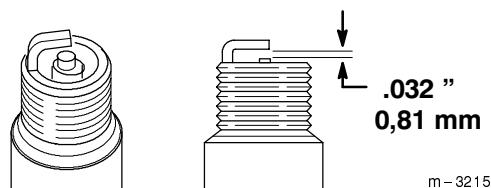

Figure 25
5. Réglez l'écartement des électrodes (Fig. 25) à 0,81 mm.